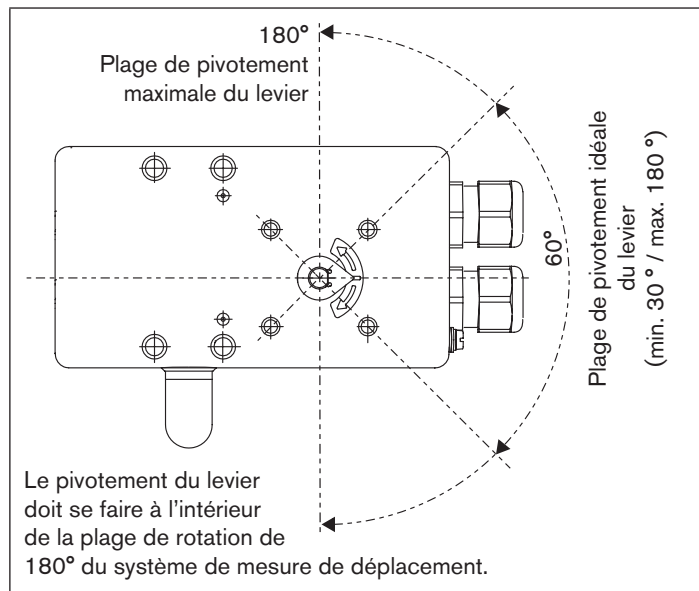

Fig. 8 : Plage de pivotement du levier
**!** L'écartement de la broche d'actionneur par rapport à l'axe doit correspondre à la course d'actionneur. Il en résulte une plage de pivotement du levier de 60° (voir « Fig. 8 »).